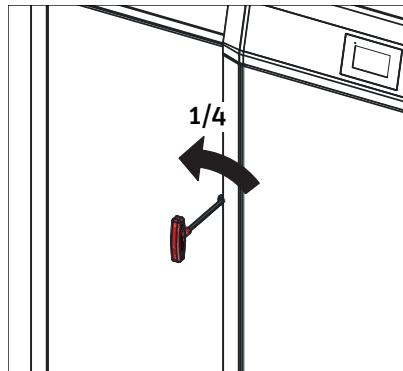

Fig.30 Aprire la porta di contenimento con la chiave a brugola
- ▶ Aprire le porte di contenimento di sinistra ruotando la chiave a bussola di 1/4 di giro verso sinistra per sbloccarle - Fig. 30 - vedi anche punto 8 alla pagina 11.